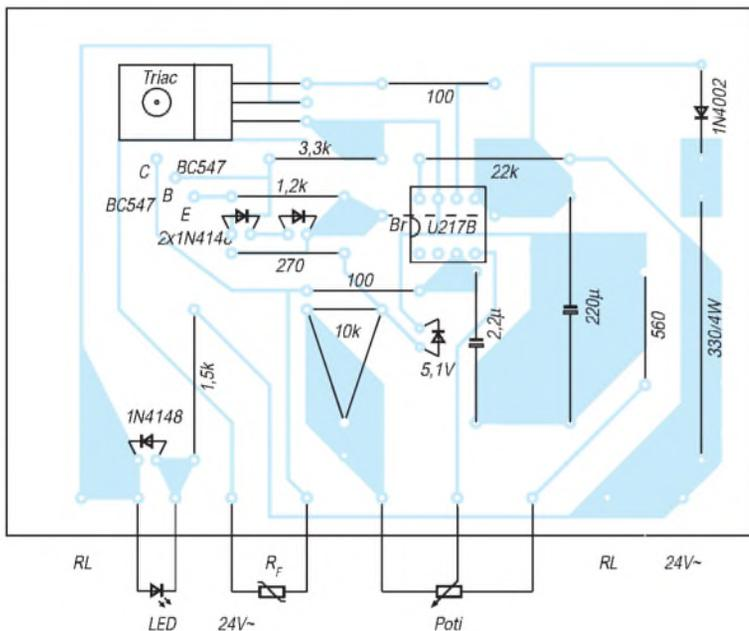

Bild 4: Bestückungsplan
Universell einsetzbare Multiplizierer erlauben an ihren Eingängen E_X und E_Y Spannungen mit beliebiger Polarität und sind deshalb für analoge Rechenschaltungen prädestiniert. Bild 4 stellt eine mögliche Lösung vor. Sie erfordert einen Dual-OTA mit datengleichen Verstärkern.
Das Einsetzen der Gleichungen (9) und (10) in die Beziehung (8) liefert schließlich für die Übertragungsfunktion des im Bild 4 vorgestellten 4-Quadranten-Multiplizierers:
Bild 3 zeigt einen Vorschlag für ein Leiterplattenlayout. Dem Bild 4 kann die Bestückung entnommen werden.